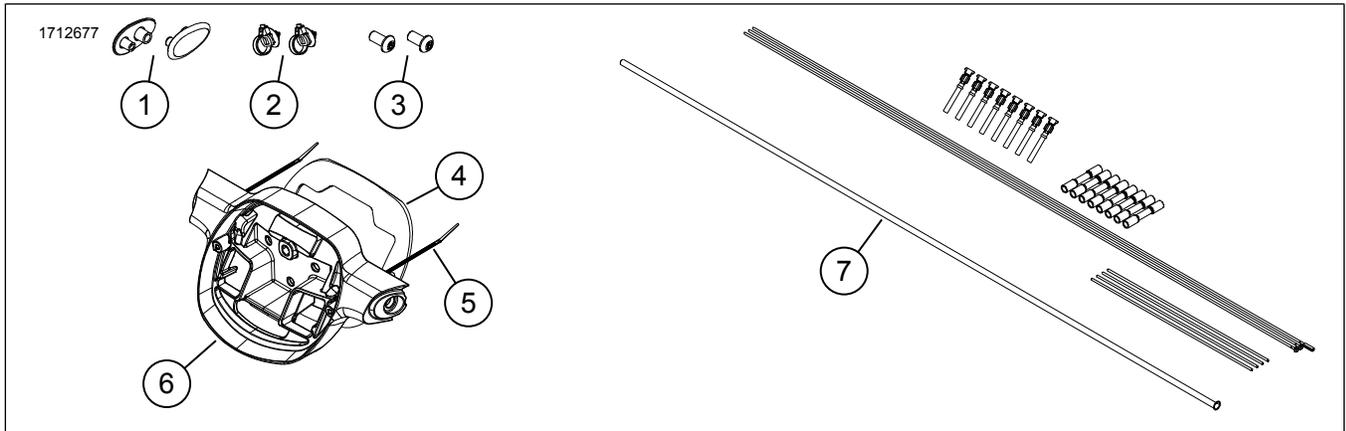

Figure 1. Contenu du kit : Kit de repositionnement de feux de direction
9. Voir la figure 1. Ajouter une longueur de fil supplémentaire depuis le kit d'extension de faisceau (7).